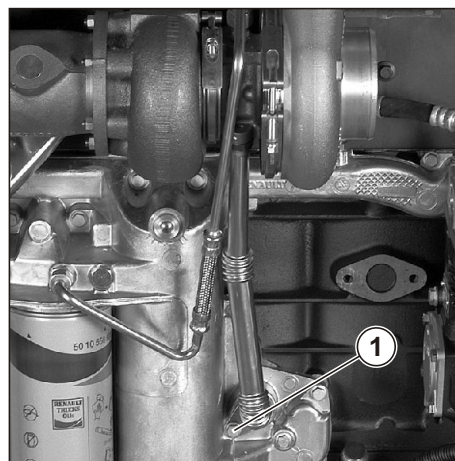

Рис. 139. Сборка турбокомпрессора.
ВО ВРЕМЯ СБОРКИ СЛЕДУЕТ СТРОГО СЛЕДИТЬ ЗА СОХРАНЕНИЕМ УКАЗАННОЙ ДЛИНЫ ПОД ГОЛОВКОЙ БОЛТА (1) (см. Рис. 139), СООТВЕТСТВУЮЩЕЙ 60 мм. ОБЕСПЕЧИТЬ ГЕРМЕТИЧНОСТЬ ПО РЕЗЬБЕ ПРИ ПОМОЩИ ГЕРМЕТИКА "ЛОКТАЙТ 542".
ВО ВРЕМЯ СБОРКИ СЛЕДУЕТ СТРОГО СЛЕДИТЬ ЗА СОХРАНЕНИЕМ УКАЗАННОЙ ДЛИНЫ ПОД ГОЛОВКОЙ БОЛТА (1), СООТВЕТСТВУЮЩЕЙ 60 мм (см. Рис. 139). ОБЕСПЕЧИТЬ ГЕРМЕТИЧНОСТЬ ПРИ ПОМОЩИ ГЕРМЕТИКА "ЛОКТАЙТ 542".